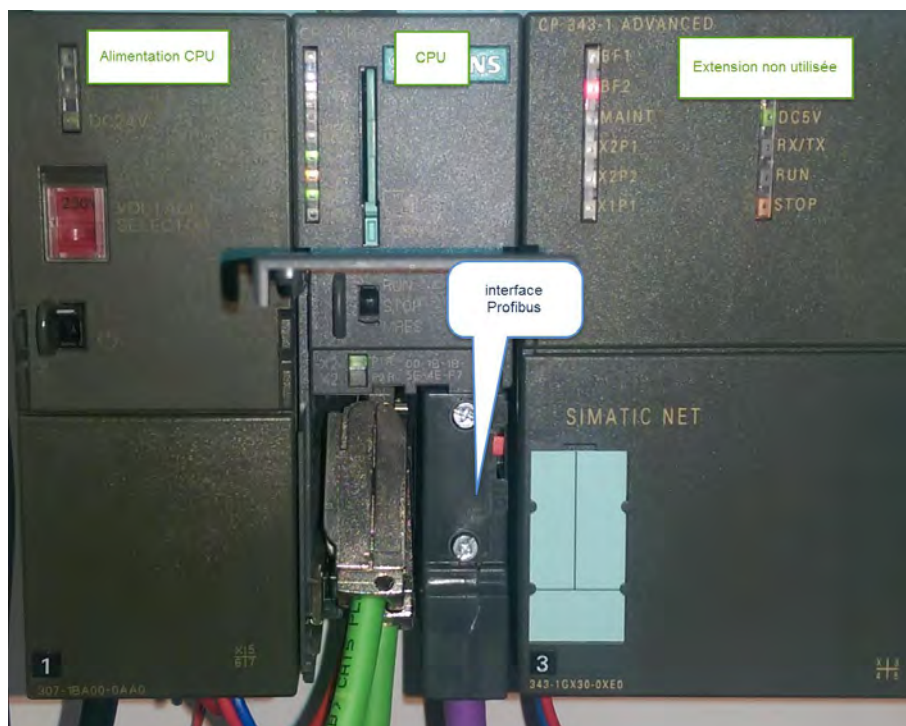

Figure 3: L'automate avec son interface Profibus
- Insérez le connecteur Profibus présent à l'autre extrémité du câble sur l'automate comme indiqué sur la **Figure 3**